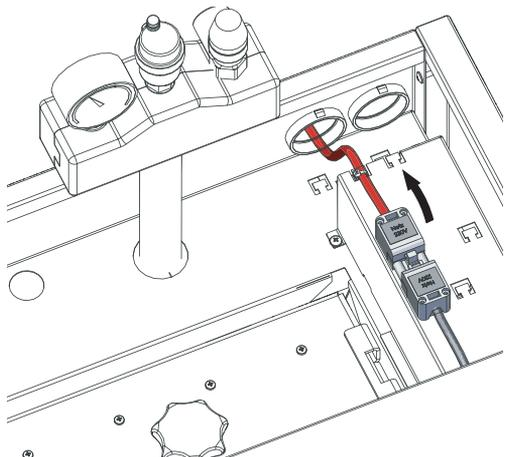

Fig. 73 Débrancher la fiche secteur de l'appareil
- ▶ Couper l'alimentation électrique avant d'ouvrir le couvercle de révision. Débrancher la fiche secteur de l'appareil – Fig. 73.
- ▶ Brancher la fiche secteur de l'appareil – Fig. 73.